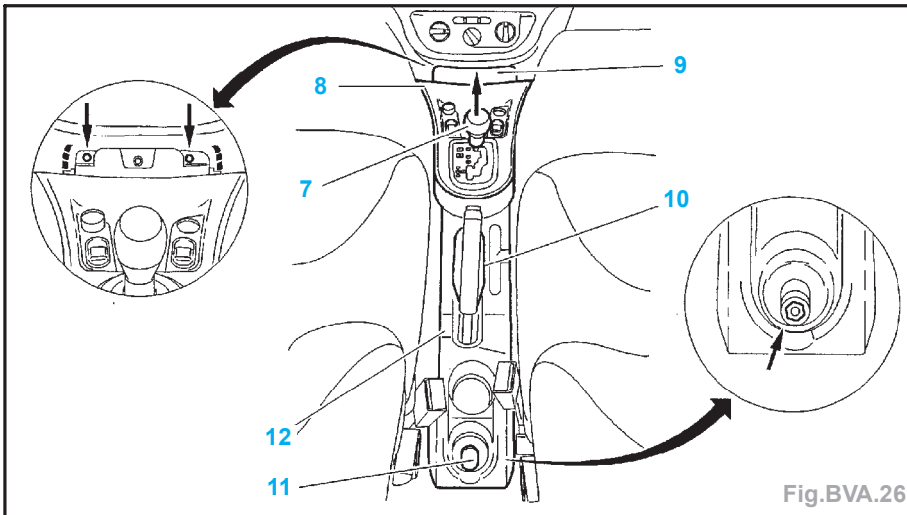
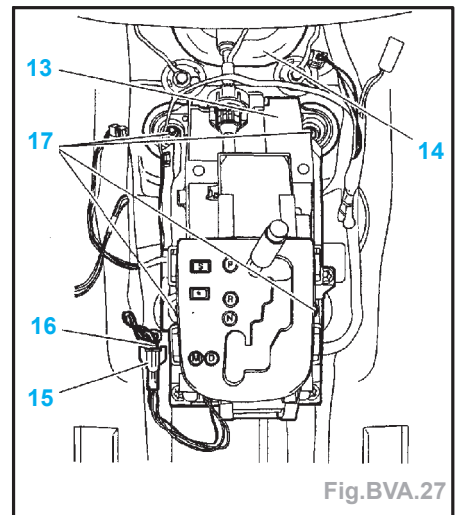

Fig.BVA.26
Fig.BVA.27
- Déposer le câble de sélection (4) de son arrêt de gaine (5) en tirant sur le verrou (6) (flèche).
- Déposer le pommeau (7) du levier de vitesses (Fig.BVA.26).
- le dessus de console centrale (8),
- les caches (9), (10) et (11).
- les 2 vis sous le cache (9),
- l'écrou sous le cache (11),
- Débrancher les connecteurs (15) et (16) (Fig.BVA.27).
- les 4 écrous (17),
- l'obturateur (14),
- l'ensemble de commande de sélection (13).